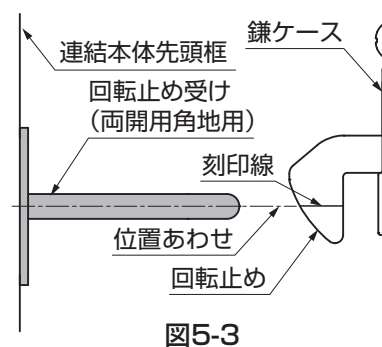

図5-3
- 回転止めの刻印線と回転止め受けの中央が合っていることを確認してください。(図5-3参照)